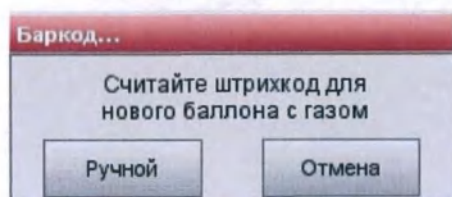

Рис.7-22 Сканируйте штрих-код
4. При появлении запроса (Рис.7-22) отсканируйте новый штрих-код баллона с газом на листе-вкладыше, удерживая его на расстоянии 2–5 дюймов (5–8 см) от сканера штрих-кода в нижнем правом углу анализатора.
ПРИМЕЧАНИЕ: Если вставной лист смещен, вы можете ввести номер партии на этикетке газового баллона вручную. Нажмите <Ручной> (Рис. 7-22) и введите номер с помощью цифровой клавиатуры.